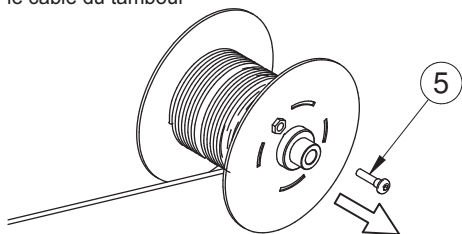

Fig. 4.3
3) Dévisser et enlever la vis Réf.5 Fig. 4.3 et dérouler complètement le câble du tambour